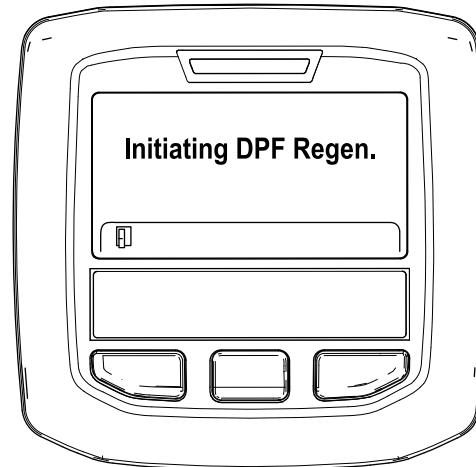

Figure 46
A. Le message « Initiating DPF Regen. » (lancement régén. FAP) s'affiche (Figure 46).